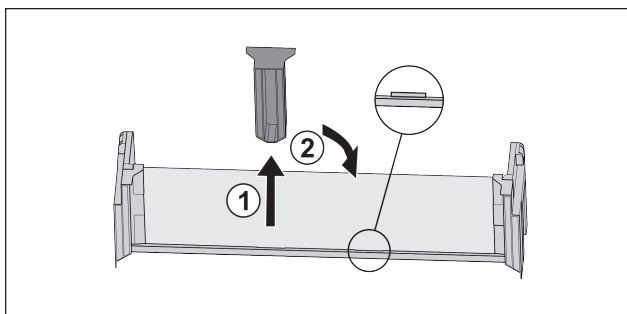

Fig. 107
- ▶ Stáhněte prostřední přídržný díl Fig. 107 (1).
- ▶ Vložte prostřední přídržný díl do druhé polohy Fig. 107 (2).